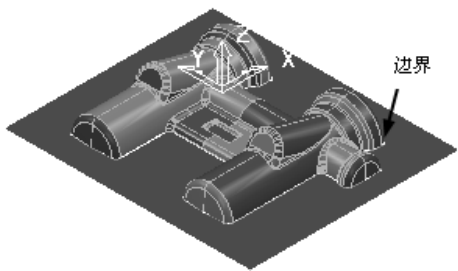

图 3-135 创建的边界 2
3) 在“查看”工具栏上单击“普通阴影”按钮和“毛坯”按钮, 隐藏毛坯后边界结果如图 3-135 所示。